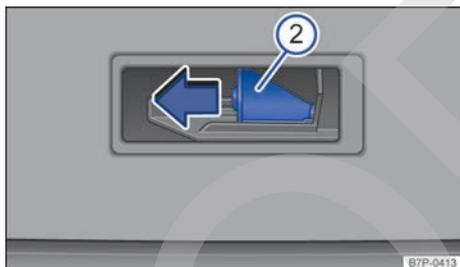

Fig. 82 En el maletero: realizar un desbloqueo de emergencia del portón.
- Introduzca un objeto apropiado en el lado derecho de la abertura y presione la palanca de desbloqueo → fig. 82 ② en el sentido de la flecha para desbloquear el portón.